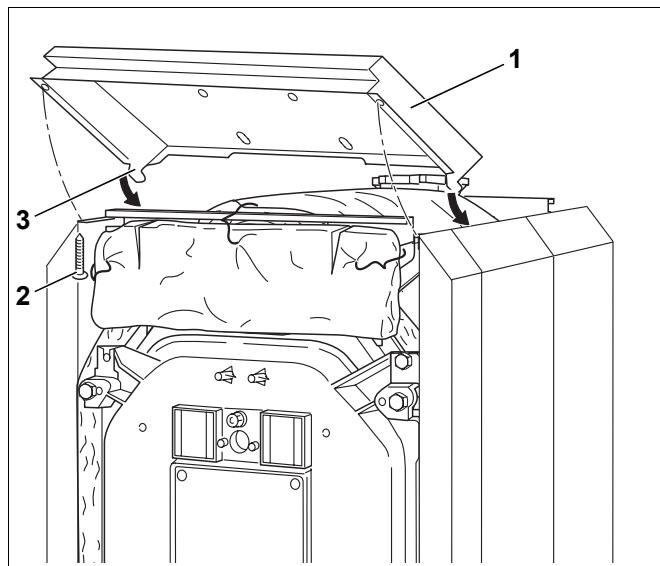

Fig. 52 Montaggio della copertura anteriore
- ▶ Agganciare il pannello di copertura anteriore (fig. 52, [1]) con entrambi i ganci (fig. 52, [3]) ai pannelli laterali anteriori.
- ▶ Con due viti autofilettanti (fig. 52, [2]) avvitare dal basso il pannello di copertura anteriore alle guide longitudinali.